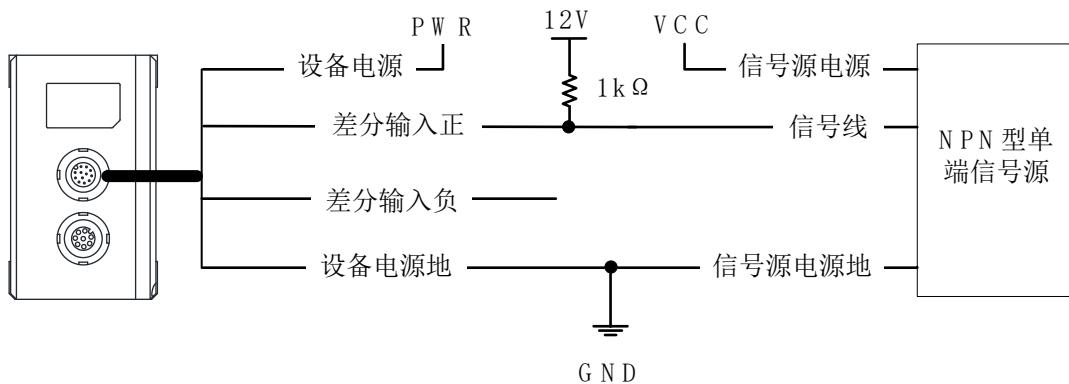

图7-5 NPN型单端信号
- NPN型单端信号源提供信号给设备差分输入时，设备差分输入作为单端输入使用，接线如图7-5所示。